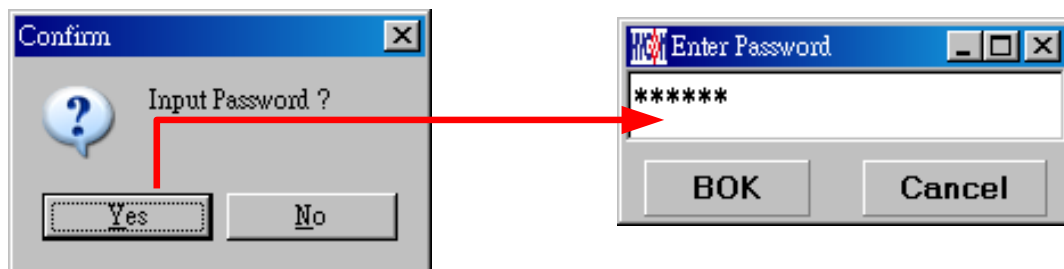

图 3-4
步骤 07：选择是否输入烧录器 Password，如图 3-4，该密码只用于读取烧录器的 Flash Memory，不需要读取烧录器则选 No。
(2)在载入到烧录器的 Flash Memory 之前会先询问是否要输入 Password 如图 3-4，此项功能是能开发者可以由 PC 看到载入到烧录器的 Flash Memory 的 Code，注意 Password 只能有 6 个码(ASCII Code)。为了保护使用者所开发程序码，预设载入到烧录器时会显示输入 Password，若操作过程中取消密码输入，代表日后不允许读出烧录器的 Code。